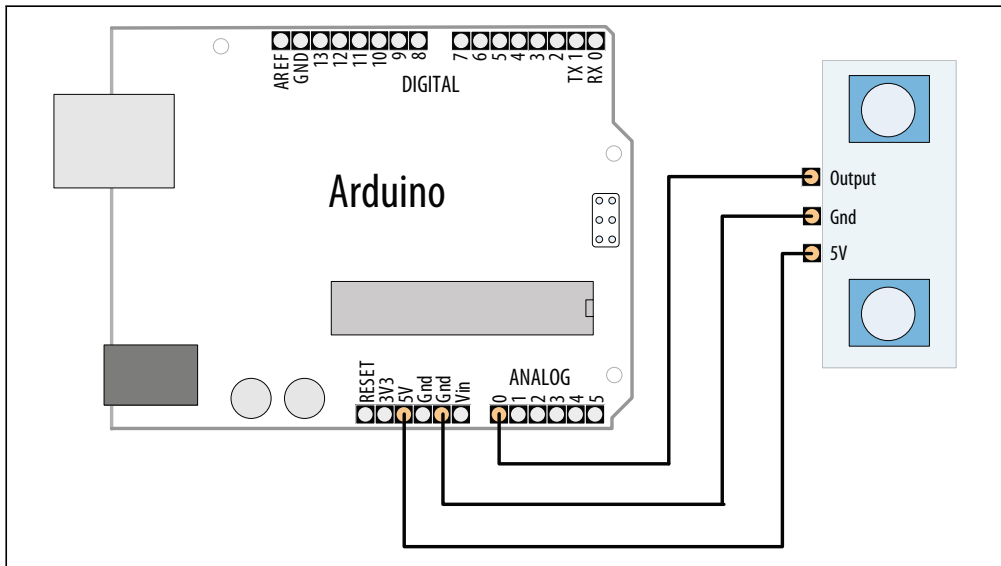

Abbildung 6-6: Anschluss des Sharp IR-Abstandssensors
Infrarotsensoren (IR) besitzen üblicherweise einen Analogausgang, der mit `analogRead` eingelesen werden kann. Sie sind genauer als Ultraschallsensoren, haben aber eine geringere Reichweite (typischerweise zwischen 10 Zentimetern und 1 oder 2 Metern). Der folgende Sketch bietet die gleiche Funktionalität wie in Rezept 6.4, verwendet aber den Infrarotsensor Sharp GP2Y0A02YK0F (in Abbildung 6-6 sehen Sie die Verschaltung):